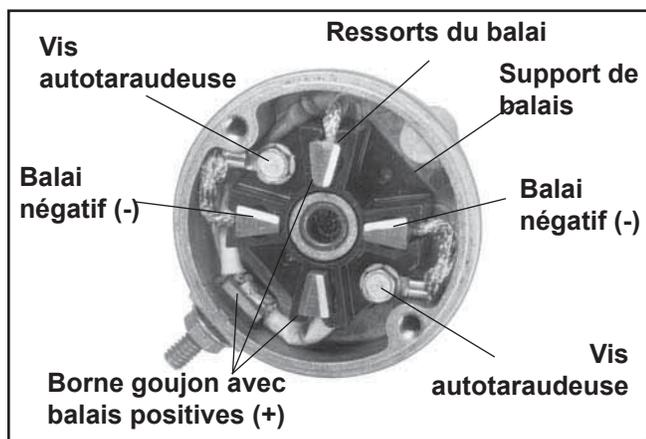

Figure 8-39. Capot de culasse du commutateur de type « A » avec balais.
1. Retirer les ressorts des balais des logements dans le support de balais. Voir la Figure 8-39.